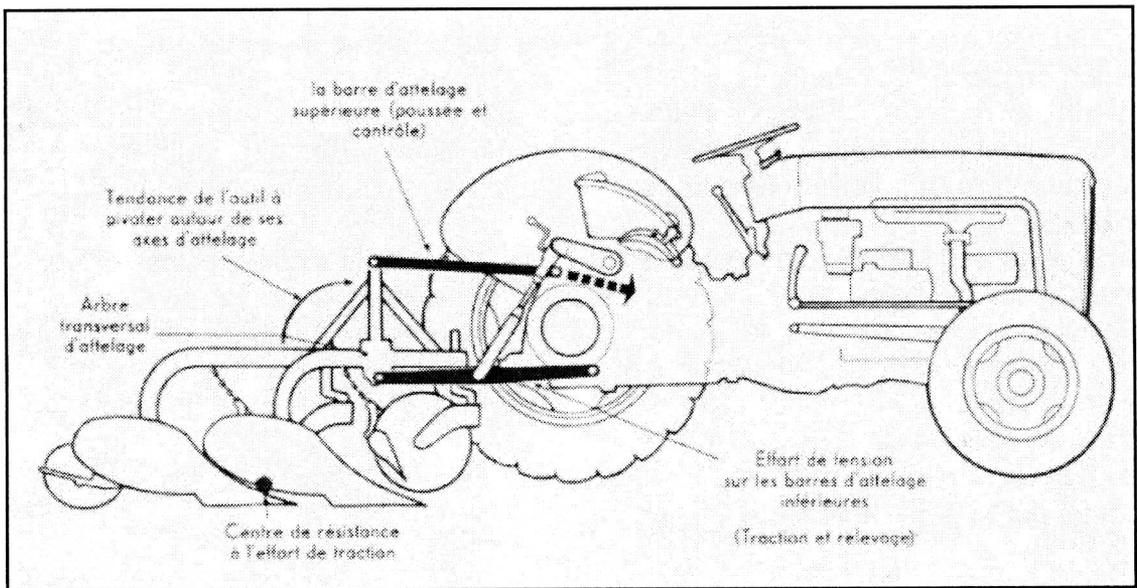

Figure 14 Réaction du sol sur l'attelage.
Le contrôle manuel est effectué par les deux manettes situées à la droite du siège du conducteur; le contrôle automatique est obtenu sur l'un des systèmes par une came solidaire du bras de poussée de l'arbre de relevage; sur l'autre système, par la réaction de l'outil à la traction, transmise par la barre d'attelage supérieure à travers le ressort de contrôle (voir figure 14).
La réaction à l'effort de traction (voir figure 14) agissant contre le plongeur du ressort de contrôle déplace vers l'avant la biellette de contrôle (O) qui repousse la came (L)